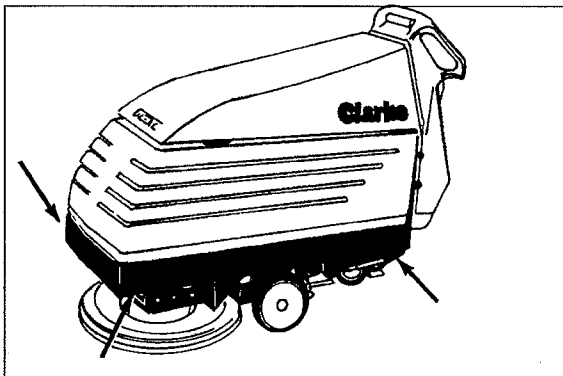

Figure 3
12. Fasten the machine to the vehicle. Note position of anchor tie down holes. See figure 3.
12. Arrimez la machine dans le véhicule. Remarquez l'emplacement des trous d'ancrage / de fixation sur la face inférieure. Voir figure 3.